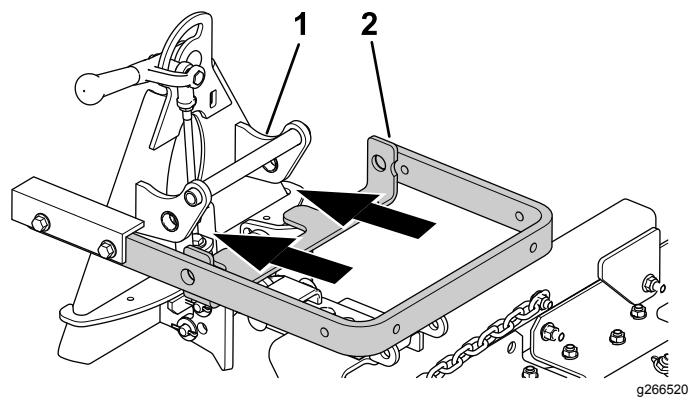
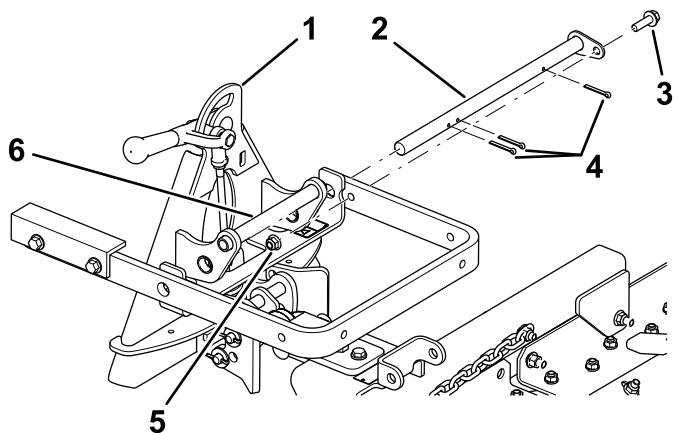

図4
図5
3. 昇降アームを、アタッチメントアダプタのブラケットに整列させ図4、ピボットバーを使って、図5のように接続する。
注 アタッチメントアダプタを動かす時には、アダプタの後部についているハンドルを使ってください図4。
4. ピボットバー図5を固定するコッターピン3本とボルト $\frac{3}{8} \times 1\frac{1}{4}$ "とロックナット $\frac{3}{8}$ "を使用。